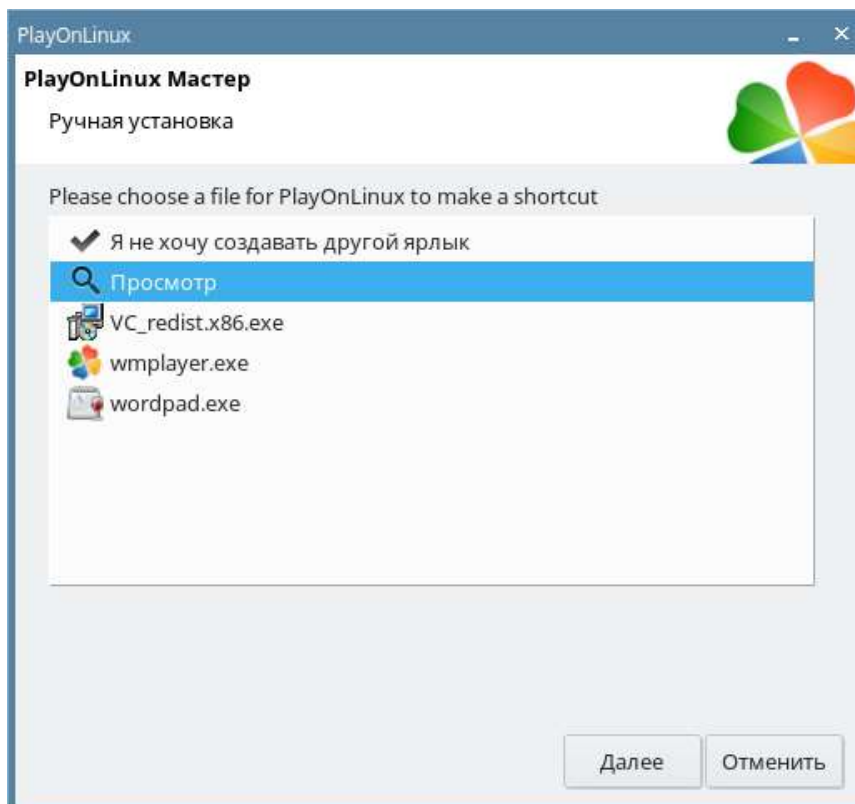

Рис. 9.40 Настройка ярлыка приложения
18. Далее, требуется указать какой ярлык приложения будет использован. Выберите пункт «Просмотр» (Рис. 9.40).